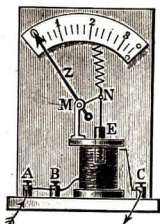

Abb. 348. Federampereometer nach Kohlrausch
c) Der **Vorteil der Stromspule** vor dem Magnetstab besteht darin, daß auch ihr inneres Magnetfeld frei zur Verfügung steht. Dieses wird ausgenutzt beim **Federampereometer** von *Kohlrausch* (Abb. 348).